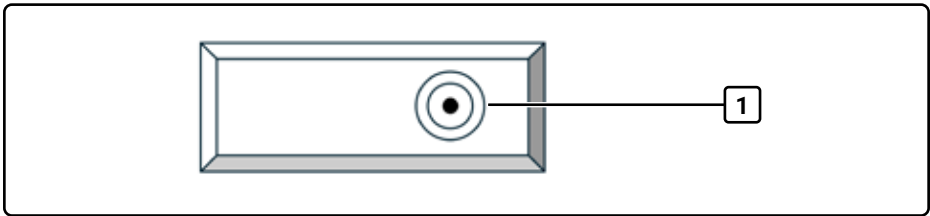

Abb. 5 Draufsicht Wassertank
3. Filterkartusche so in den Wasserfilteradapter (1, Abb. 5) im Wassertank einsetzen, dass sie einrastet.